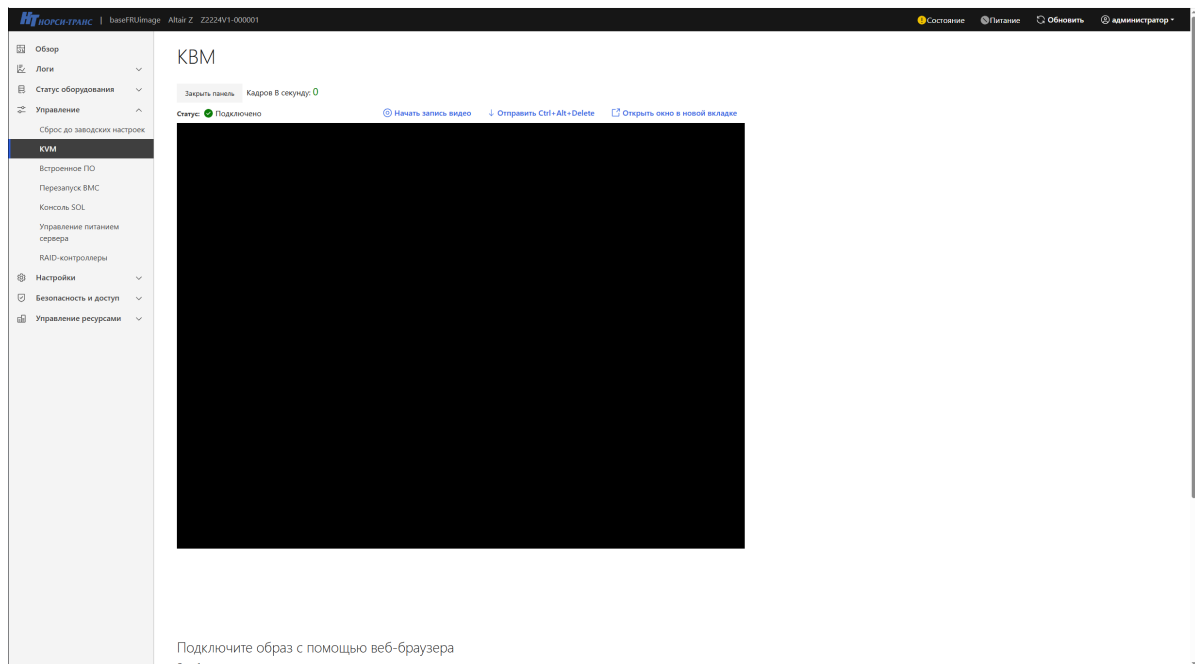

Рис. 69. Окно «KVM»
- 3) Пройдите во вкладку «Управление» → «KVM» в данной вкладке осуществляется удаленное управление BIOS. Окно показано на рис. 69 Окно «KVM»